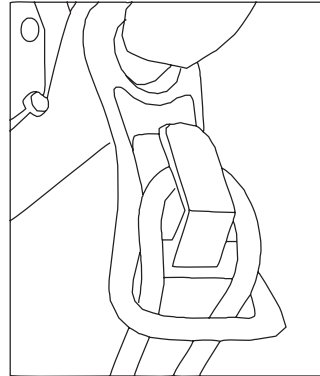

Рис. 12 Фиксация кабеля удлинителя на рабочей рукоятке
*В целях безопасности, во время работы, кабель необходимо зафиксировать в специальном кронштейне, расположенном на рабочей рукоятке газонокосилки (Рис. 12).*